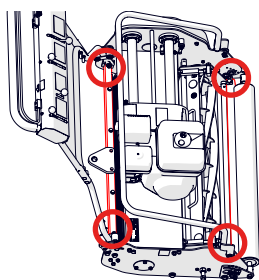

Fig. 24 – Pontos de ancoragem para transporte.
- Prenda a máquina ao chão/palete utilizando cintas de fixação com classificação adequada. Prenda a máquina perto das barras de pressão dianteiras e traseiras (realçadas a vermelho na Fig. 24).